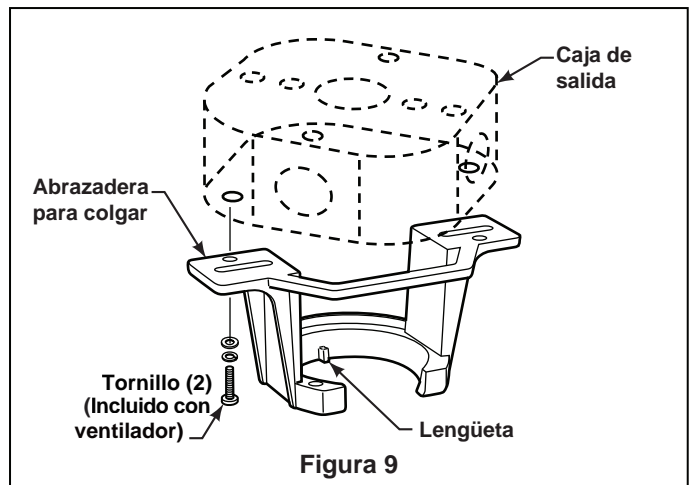

Figura 9
- 1. Fije bien la abrazadera para colgar a la caja de salida con los tornillos y las arandelas provistas con la ventilador. (Figura. 9)